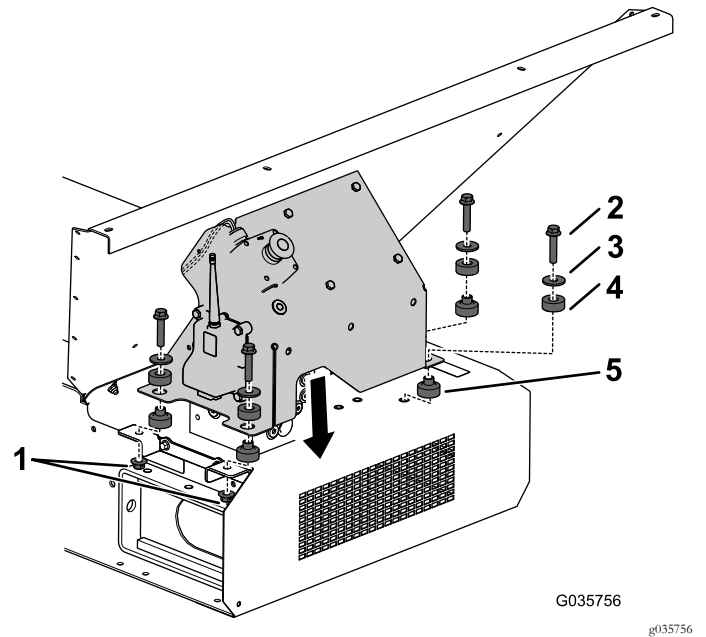

图16
注意 如图16所示确保 E-Stop 连接电缆通过盖子总成顶部上方的切口。
18. 使用4个螺栓 $\frac{3}{8}$ x $\frac{3}{4}$ 英寸、4个硬化垫圈、4个双件式底座和2个螺母 $\frac{3}{8}$ 英寸将盖子固定到安装支架和冲洗防护装置上请参阅图16。